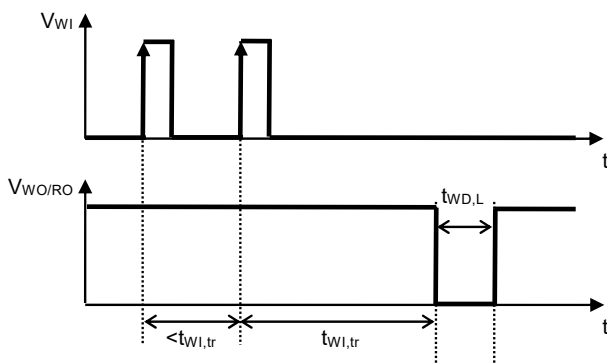

图9 看门狗触发时间
- \*1. 看门狗定时器进行超时或双脉冲检测后，WO / RO端子保持 "L" 的时间 (参阅图9)。此值可以通过 $C_{DLY}$ 的电容值进行更改。
- \*2. 从看门狗定时器开始进行触发信号检测后，到检测出超时，并且WO / RO端子输出变化为 "L" 为止的时间 (参阅图9)。此值可以通过 $C_{DLY}$ 的电容值进行更改。